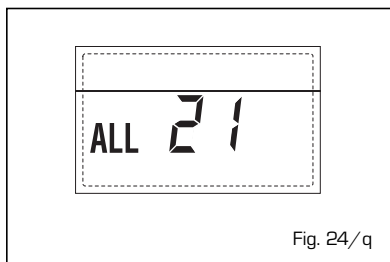

Fig. 24/q
- **INTERVENTO TERMOSTATO SICUREZZA SECONDA ZONA MISCELATA "ALL 22"** (fig. 24/r)